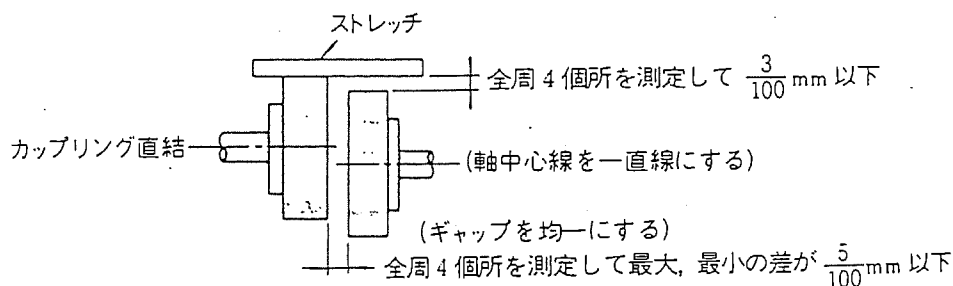

図3 カップリング直結の例
(1) カップリング直結の場合は、図3に示す点にご注意ください。